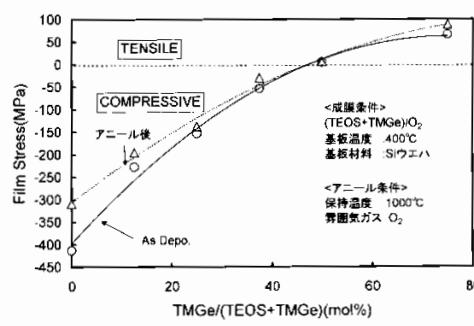

図2.膜応力のTMGe添加量依存性
次にオプトエレクトロニクスの分野でSiO₂の屈折率制御によく使用されるGeをドープしたSiO₂膜の応力値を評価した結果を示す。図2はTEOS/O₂ガスにGeドーパントとしてTMGe (Tetramethoxygermanium) を添加したときの応力値を記したものである。
図2.よりTMGe添加量が増加するにつれ膜応力は圧縮から引っ張り側に変化することがわかる。また、1000°C, O₂雰囲気下でアニールを行っても応力値はほとんど変化しないことから優れた熱安定性を有している。特筆する部分としては①で記したプロセス条件による応力制御と比べて応力値ゼロ付近の応力変化量が少なく制御性があることである。また、応力値は圧力やRF電力といったパラメータにほとんど依存せずTMGeの添加量によりほぼ決定される。